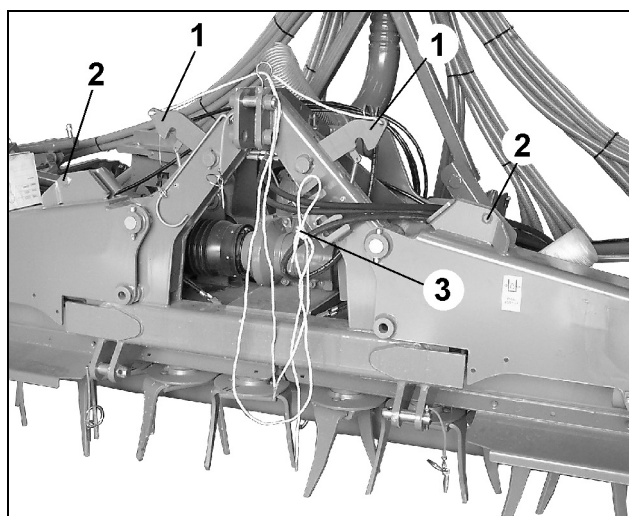

Fig. 97
- Dépliez la machine, auparavant desserrez le verrouillage en utilisant le câble depuis la cabine du tracteur (Fig. 97/3).